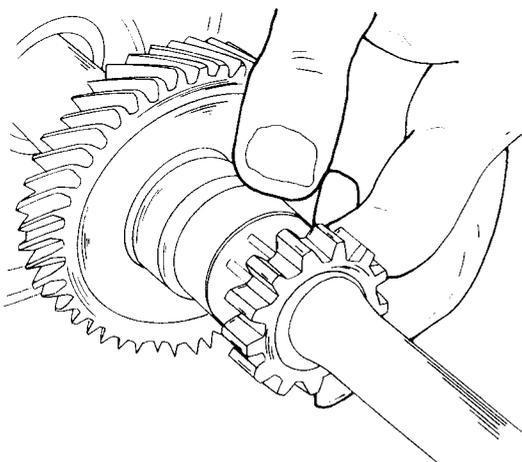

Bild 122
- Das Zahnradpaar für den Rückwärtsgang und den 5. Gang in der in Bild 122 gezeigten Richtung aufstecken und die Mutter aufschrauben, ohne dass man sie in diesem Moment sichert.